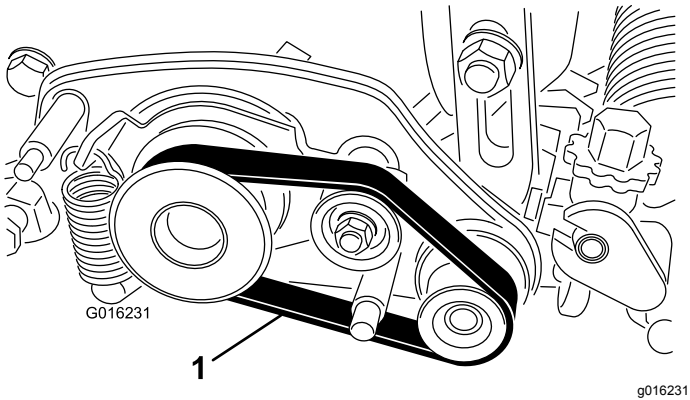

Figura 2
2. Retire la correa de la polea motriz, la polea tensora y la correa arrastrada (Figura 2).